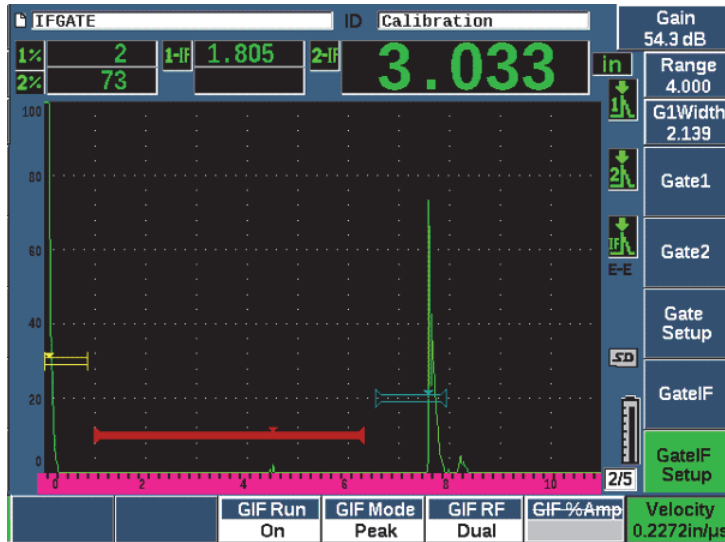

Figura 11-33 Configuración de la velocidad del material
3. Use la rueda de ajuste, o las teclas de dirección, para determinar la velocidad requerida (vea la Figura 11-33 en la página 314).